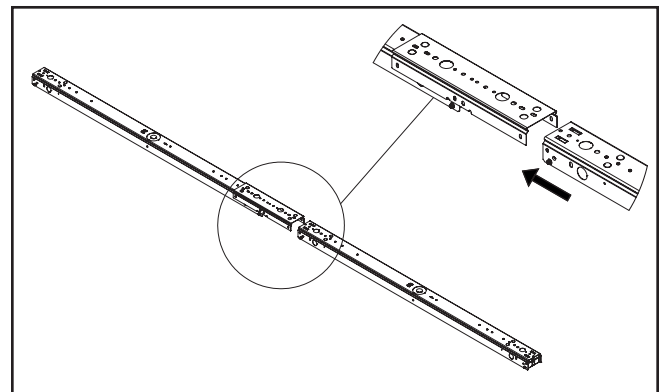

Figure 3.
3. Fixer le canal à l'autre extrémité du raccord de canal. (Figure 3.)